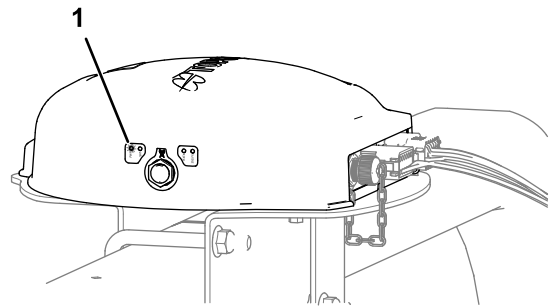

Figure 156
- Récepteur satellite – le témoin PWR s'allume (Figure 156)